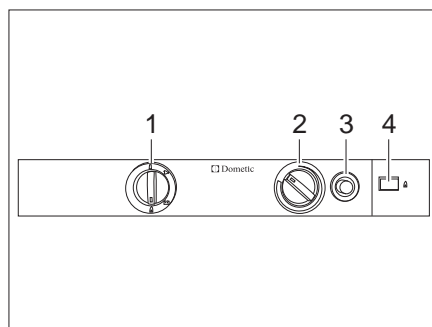

Bild 225 Reglage, knappar för kylskåpet (Dometic 8-serie)
- Ställ energiväljaren (Bild 225,1) i läge "🔥".
- Tryck på vridregulatorn (Bild 225,2), vrid till högsta läge och håll den intryckt i detta läge. Vänta tills gasen strömmar till brännaren.
- Tryck på gaständningsknappen (Bild 225,3) och håll den nedtryckt. Tändning sker automatiskt.
- Håll gaständningsknappen (Bild 225,3) nedtryckt tills flamindikatorn (Bild 225,4) blir grön, släpp sedan upp vridregulatorn.
- Håll vridregulatorn (Bild 225,2) i ytterligare 10 till 15 sekunder, släpp den sedan.
- Ställ energiväljaren (Bild 225,1) i läge "⚡".
- Ställ in kyltemperaturen med vridregulatorn (Bild 225,2).
- Ställ energiväljaren (Bild 225,1) i läge "⊖".